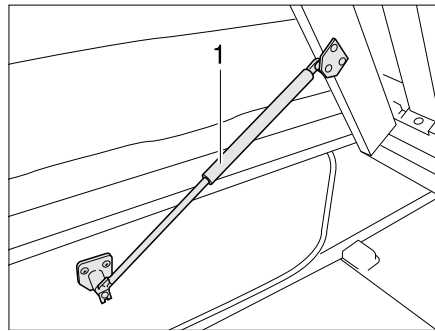

Bild 65 Festes Bett
- Lattenrost anheben. Die Gasdruck-Federn (Bild 65,1) halten den Lattenrost in geöffneter Stellung.